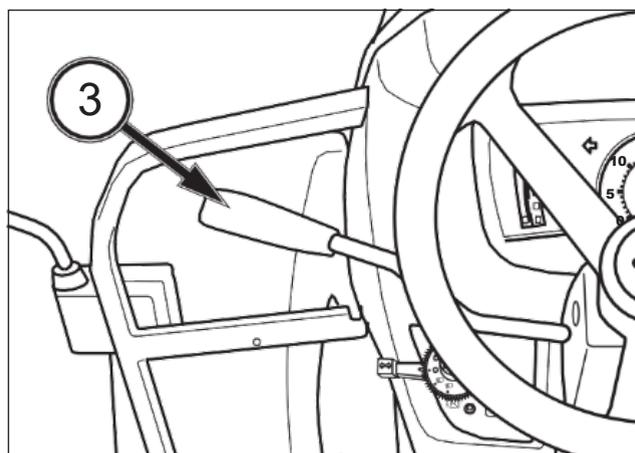

FIG. 49
FIG. 49: La palanca (3) de la columna de dirección permite seleccionar la marcha adelante o la marcha atrás. Coloque la palanca hacia adelante para seleccionar la marcha adelante y llévela hacia atrás para la marcha atrás. Ponga la palanca en la posición neutra central cuando inmovilice el tractor.